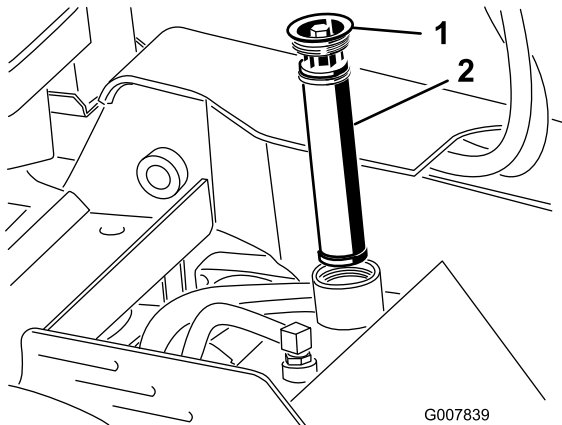

Figure 57
5. Déposez le filtre à huile et mettez-le au rebut (Figure 57).
6. Mettez en place le filtre hydraulique de rechange et le bouchon de remplissage (Figure 57), et serrez le boulon sur le dessus à un couple de 13 à 15,5 Nm.
6. Enlevez le bouchon de remplissage du réservoir hydraulique ainsi que le filtre (Figure 57).
12. Mettez en place le filtre hydraulique et le bouchon de remplissage (Figure 57), et serrez le boulon sur le dessus à un couple de 13 à 15,5 Nm.